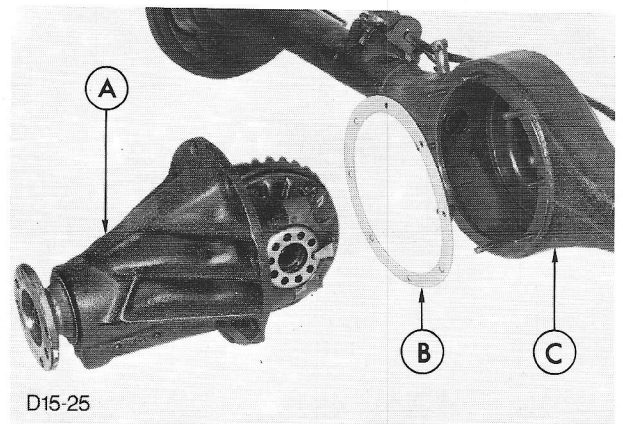

Fig.74 A - Differentieelhuis.
6. Leg een nieuwe pakking op het pasvlak. Bevestig het differentieelhuis op de achterbrug en draai de moeren met het voorgeschreven aantrekkoppel vast (fig.74).